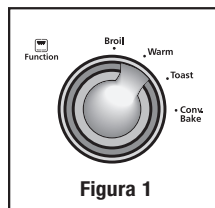

Figura 1
1. **Perilla De Selección De Función** – Seleccione la función de cocción girando la perilla hasta la configuración deseada (Vea la figura 1)